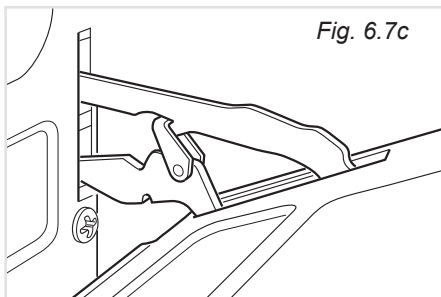

Fig. 6.7c
- Socchiudendo dolcemente la porta sganciare ed estrarre la baionetta inferiore delle cerniere dal loro alloggiamento (fig. 6.7c).